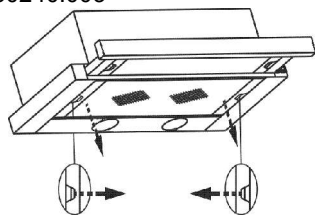

Рисунок 6
8.3 Для очистки алюминиевого фильтра извлеките его из вытяжки (рис. 6) и произведите его очистку с помощью щетки водным раствором нейтрального моющего средства вручную или в посудомоечной машине (при 60° С). Strongly загрязненный фильтр не следует мыть в посудомоечной машине.
- снимите алюминиевый фильтр, для этого нажмите на пружинный замок на фильтре и потяните его вниз и на себя (рисунок 6);